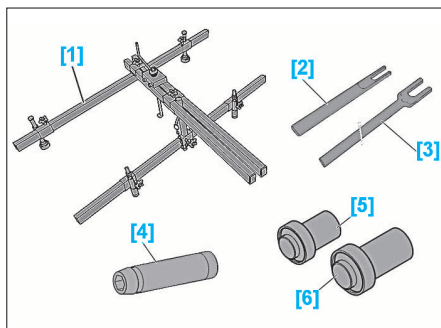

FIG. 3
## OUTILLAGE SPÉCIFIQUE (FIG.3)
- Désaccoupler les rotules de commande des vitesses (8) à l'aide des outils [2] et [3] (Fig.3 et 6).